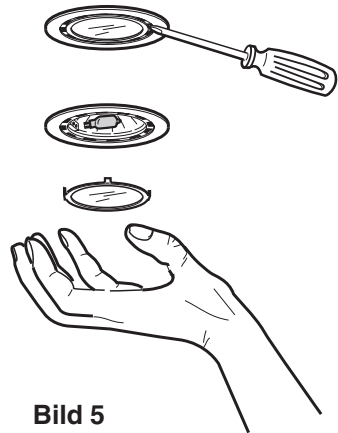

Bild 5
- Lampenabdeckung mit einem Schraubenzieher entnehmen und entfernen. **Bild 5.**